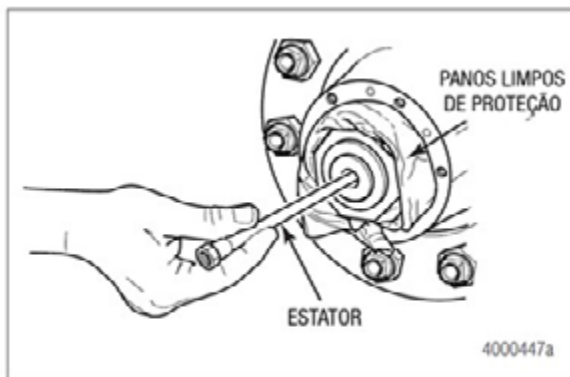

Figura 2.40
1. Rosqueie o estator manualmente no orifício da ponteira. Figura 2.40.